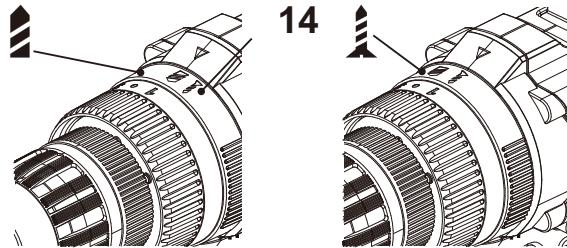

Fig. 7
Esta herramienta dispone de tres modos de funcionamiento: taladrado, atornillado y taladrado de impacto. Para seleccionar cualquiera de los tres modos, gire el anillo de selección de funciones (14), para alinear la flecha con el ícono del taladro/tornillo/martillo en la carcasa. (Fig. 7).